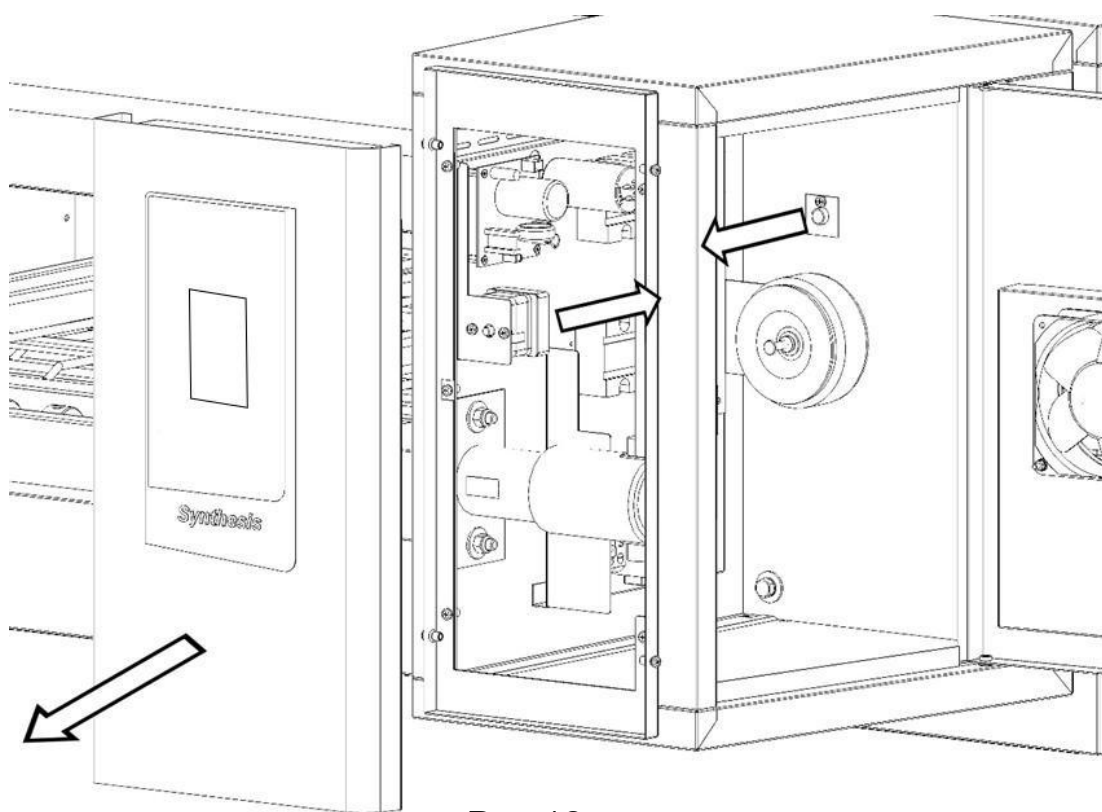

Рис.12
3. Отсоедините электрические соединения на термостате (рис. 12).
4. Снимите силиконовое уплотнение датчика и извлеките колбу, ослабьте винты и замените термостат (рис. 12).